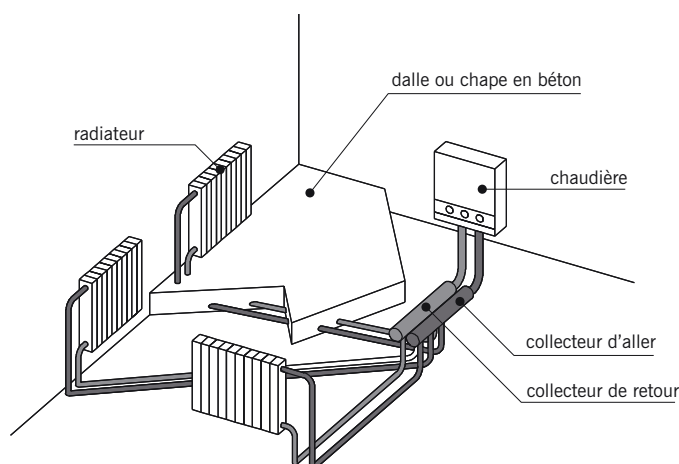

fig. 17.27
■ La **distribution en pieuvre** appelée aussi **distribution centralisée** ou **système hydro-câblé** (fig. 17.27) : chaque radiateur est alimenté individuellement par une canalisation d'aller et une canalisation de retour. Les tubes gainés, en cuivre ou plus généralement en polyéthylène réticulé (PER) sont incorporés dans l'épaisseur du plancher. Toutes les canalisations d'aller, ainsi que les canalisations de retour, sont raccordées à une pièce tubulaire appelé **collecteur** ou **nourrice** équipée d'un robinet d'arrêt et d'un purgeur manuel ou automatique (fig. 17.28).